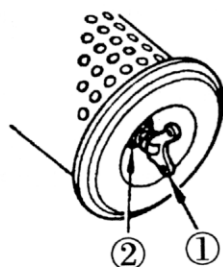

Рис. 4-35.
- ★ Если треснула гайка или прокладка, замените ее (Рис. 4-35).